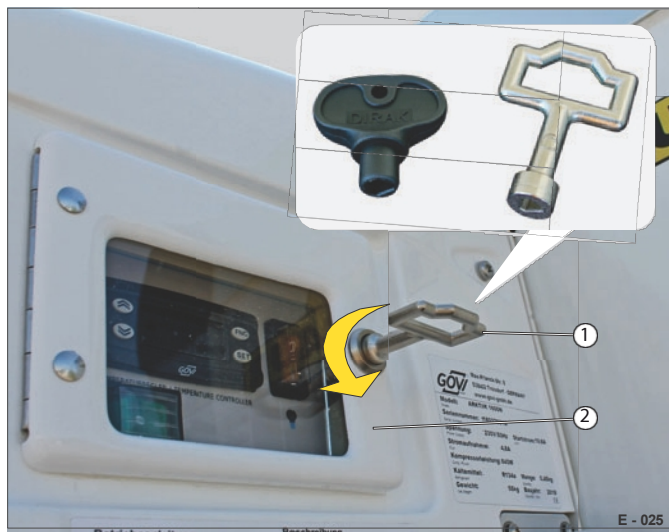

Fig. 25 Oplåsning af kontrolpanelet
Uvedkommende må ikke have direkte adgang til køleaggregatets betjeningspanel! Betjeningspanelet skal låses med beskyttelsesklappen (Fig. 25/2) efter tænding/slukning af køleenheden.
- Sæt topnøglen (fig. 25/1) ind i hullet.